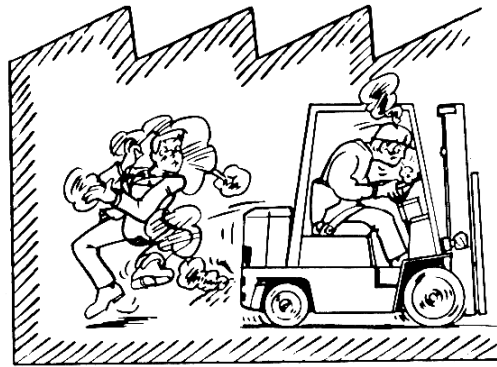

Fig. 10.2 Montacargas accionados por motor
- Cuando trabaje en interiores, los gases de escape (monóxido de carbono) podrían ser peligrosos (Ver Fig. 10.2). Si es necesario trabajar en interiores, abra las ventanas o las puertas para asegurar una buena ventilación.